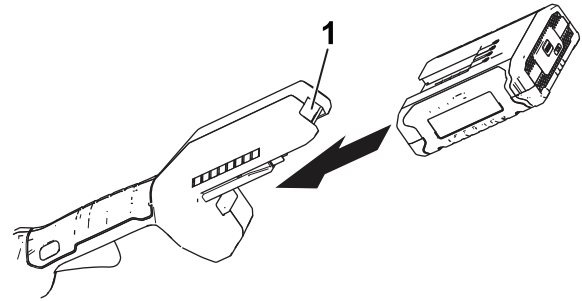

Figura 5
4. Fate scorrere il pacco batteria nell'utensile fino a quando la batteria non si blocca nel fermo (Figura 5).